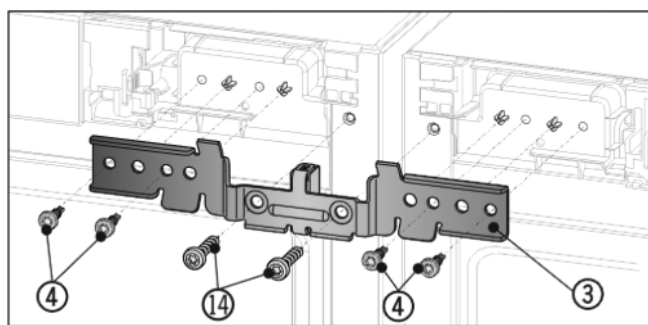

Fig. 7
- ▶ Skub vinklen Fig. 7 (3) og afstandsstykket ind mellem skabene og ind på tappene. Skru vinklen løst på med fire skruer Fig. 7 (4) og de jordingskruer Fig. 7 (14), der blev fjernet tidligere, skiftevis i højre og venstre side.